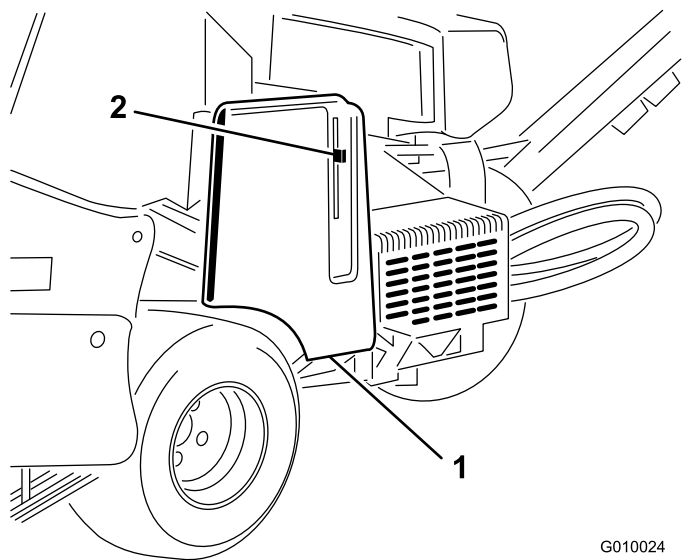

Рисунок 61
2. Расфиксируйте и снимите крышку ремня (Рисунок 61).